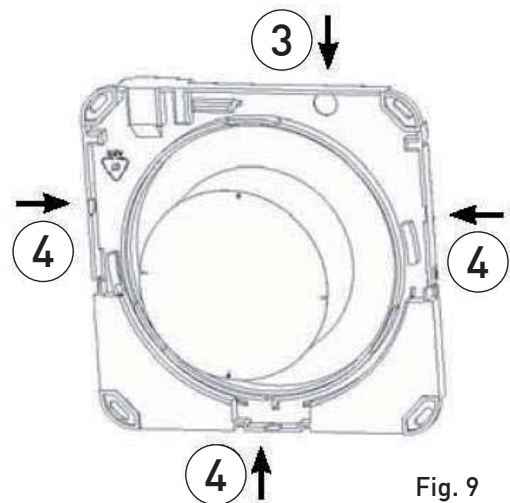

Fig. 9
2. Fracturez le volet prévu pour le passage des branchements [3], en cas de branchements externes découverts, fracturez les zones prévues [4] sur le porte-moteur que sur le couvercle (fig. 9).